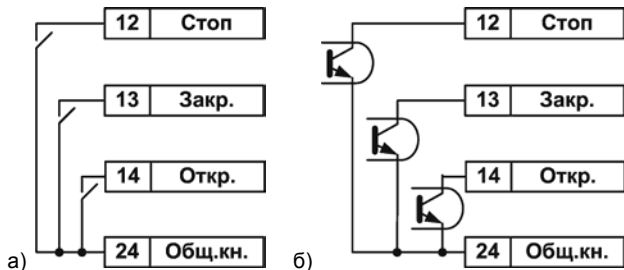

Рисунок 3.2
- контакты внешних кнопок управления (или концевые выключатели), рисунок 3.2, а;
- устройства автоматики, имеющие на выходе транзисторные п-р-п ключи с открытым коллекторным выходом, рисунок 3.2, б;